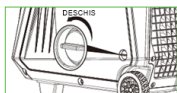

Fig. 1
- Slăbiți butonul capacului exterior din partea dreaptă și îndepărtați capacul. (Fig. 1)
- Slăbiți butonul capacului exterior din partea dreaptă și îndepărtați capacul. (Dacă aceasta este prima pornire, capacul va fi îndepărtat deja de la pasul anterior. În caz contrar, urmați mai întâi procedura prezentată în Fig. 1 de mai sus.)